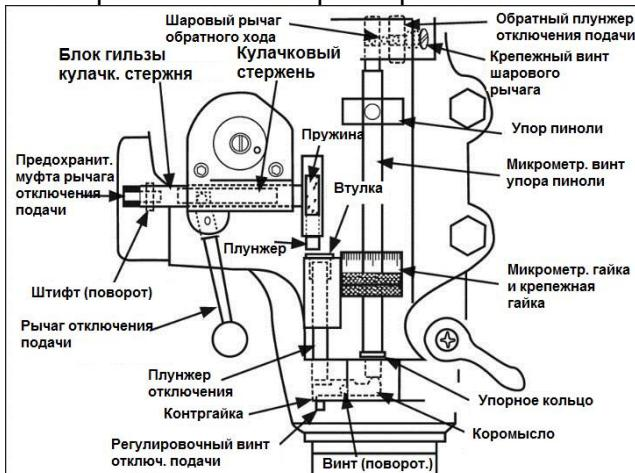

Рисунок 21
- c. Поверните накидную гайку переходника консоли (B, Рис. 21), чтобы наклонить
Механизм рычага выключения подачи требует регулировки при износе или при замене какого-либо компонента механизма (рис. 21).